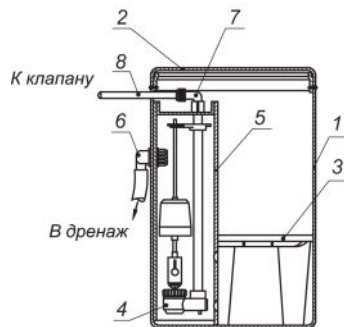

Рис. 2
7.6 В состав реакгентного бака входят следующие элементы (Рисунок 2):
- корпус (1);
- крышка (2);
- подставка с отверстиями (3);
- поплавковый клапан (4);
- защитная шахта с крышкой (5);
- переливной штуцер (6);
- угловая муфта (7);
- гибкий шланг (8) для присоединения бака к управляющему клапану.